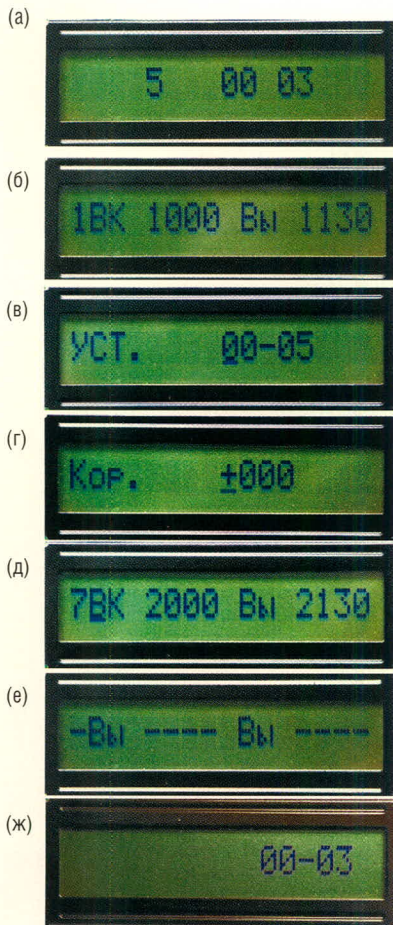

Рис. 5. Индикация таймера в различных режимах
Изменение режима индикации выполняют нажатием и отпусканием кнопки «Режим». Таймер имеет следующие режимы индикации (рис. 5):
- индикация текущего времени и включённых выходов (см. рис. 5а);
- индикация в режиме просмотра (см. рис. 5б);
- установка часов (см. рис. 5в);
- установка коррекции (см. рис. 5г);
● установка выходов (см. рис. 5д).
В режиме индикации текущего времени показания часов и минут разделены чертой, мигающей с периодом, равным одной секунде. Слева от показаний часов высвечивается номер включённого в данный момент выхода (на рис. 5а это выход 5). В этом режиме МК реагирует только на нажатие кнопки «Режим».
В режиме просмотра записанных в память установок МК реагирует на кнопки «Установка» и «Поиск/Сброс». При нажатии и отпускании кнопки «Установка» изменяется значение крайнего левого разряда, высвечивающего номер выхода, которому будет вестись поиск (на рис. 5б это выход 1). Нажимают кнопку «Поиск/Сброс», и на индикаторе появляется следующая установка для данного выхода. Если после нажатия кнопки «Поиск/Сброс» индикация не изменилась, это может означать, что установка для данного выхода только одна или вся память просмотрена, и просмотр начинается с нулевого адреса. Если для данного выхода нет установок, то во всех разрядах высветятся прочерки (см. рис. 5е).
ных выходов. Так как число выходов увеличено до 9, индикация текущего времени смещена вправо на два знака места для того, чтобы уместить индикацию выходов (см. рис. 5ж).